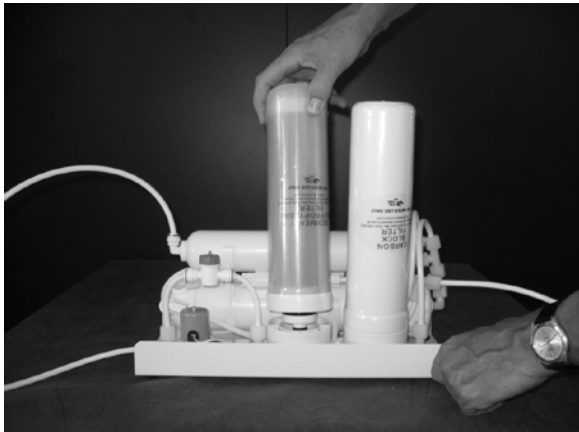

Fig. 1
3. Posizionare **PURA PLUS™** su una superficie piana e rimuovere, svitandoli, il prefiltro sedimenti ed il filtro carbon block (Fig. 1 & 2). Raccogliere le leggere perdite di acqua con carta o stracci.